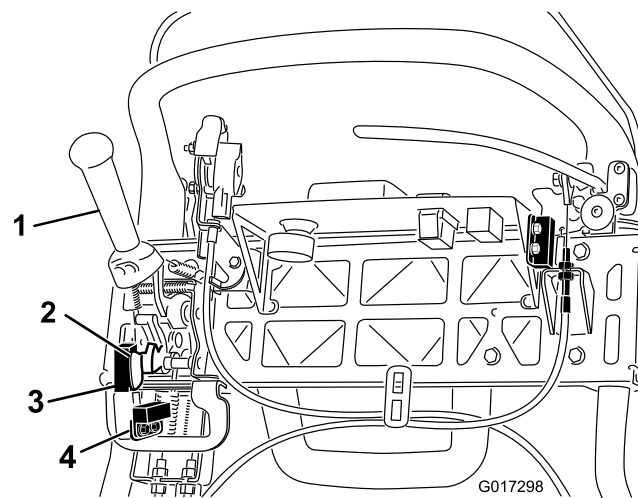

Figura 39
4. Desaperte as juntas de montagem do interruptor de segurança (Figura 39).
5. Coloque uma cunha de 1,6 mm entre a alavanca de tracção e o interruptor de segurança (Figura 39).
4. Desaperte as fixações do sensor de corte (Figura 39).
5. Coloque uma cunha de 1,6 mm entre a bandeira do sensor de corte e o sensor de corte (Figura 39).